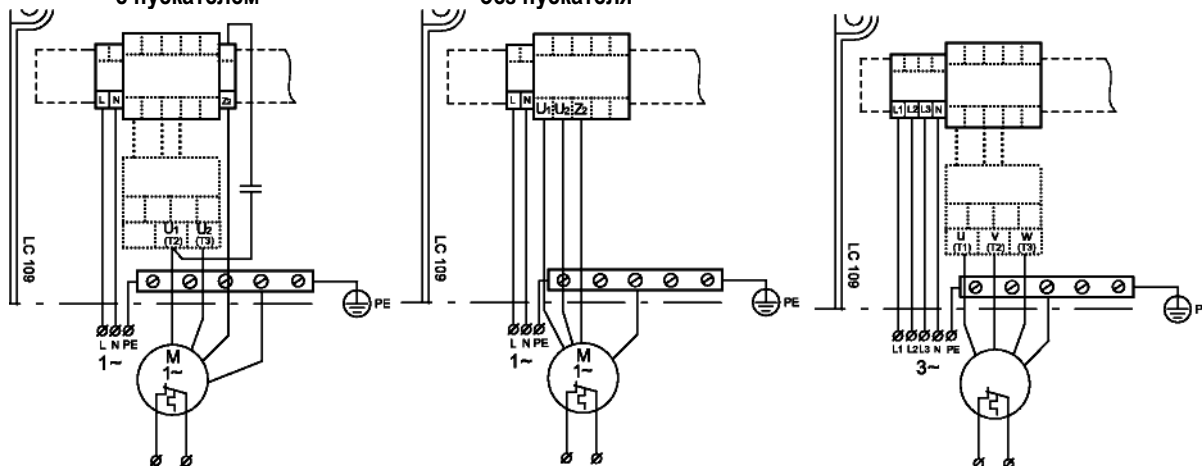

Рис. 2
2. Отсоединить жилы кабеля электродвигателя, смотрите рис. 2.
8. Подсоединить жилы кабеля электродвигателя, смотрите рис. 2.